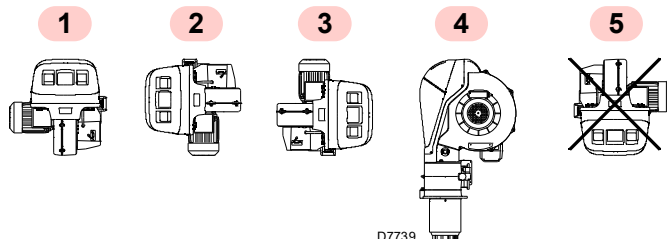

Fig. 13
- El quemador está preparado exclusivamente para funcionar en las posiciones 1, 2, 3 y 4 (Fig. 13).